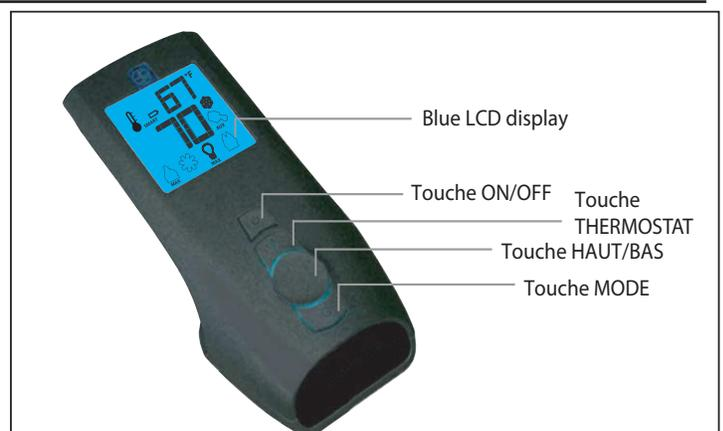
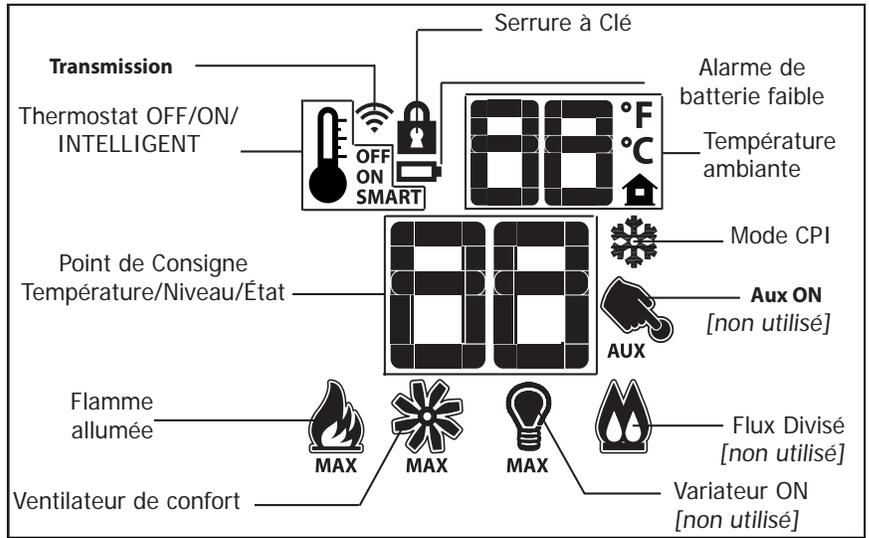

Figure 4: Transmetteur Proflame 2
Figure 5: Écran LCD de l'émetteur Proflame 2.
L'émetteur Proflame 2 est une télécommande noire avec un écran LCD rétroéclairé bleu. Il utilise une conception simplifiée avec une disposition simple des boutons et un affichage LCD informatif (Figure 5). L'émetteur est alimenté par trois (3) piles de type AAA. Une touche Mode est fournie pour indexer entre les fonctions et une touche Thermostat est utilisée pour allumer/éteindre ou indexer les fonctions du thermostat (Figure 4 et 5)